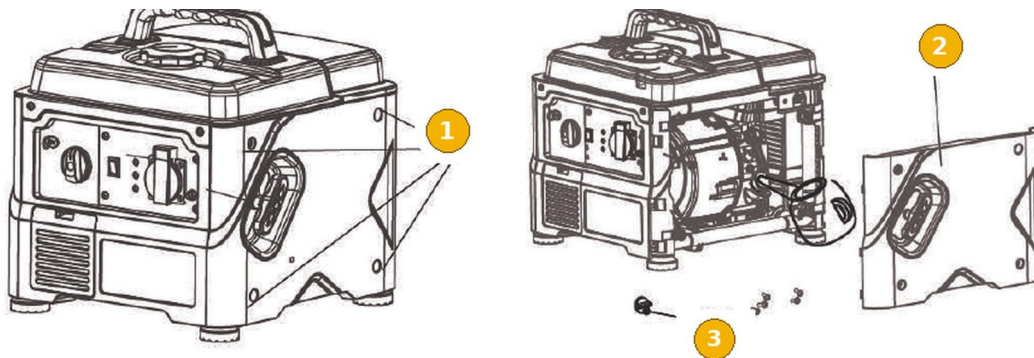

**FIG. 5 — Parafusos (1), tampa lateral (2) e tampão de enchimento de óleo (3)**
- 3) Retire os parafusos e a tampa lateral de manutenção (FIG. 5).